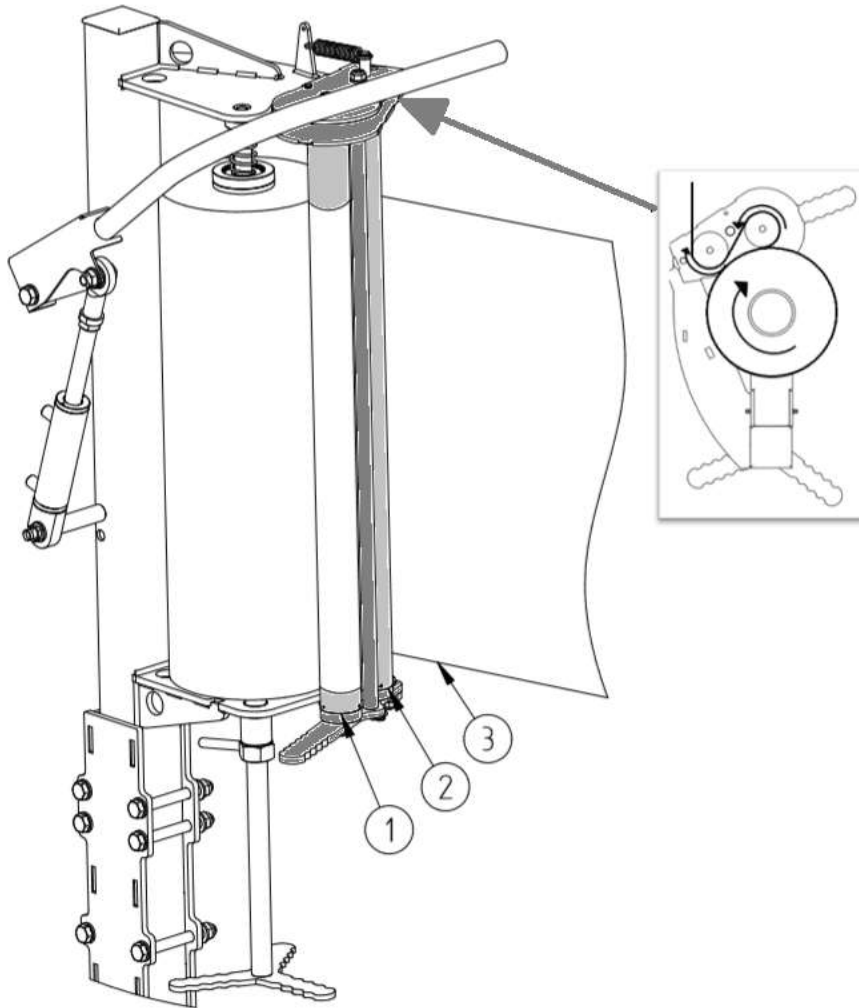

Abbildung 32 Führungsrichtung der Folie
- Reinigen und schmieren Sie mit Silikonspray die Vorgaberolleneinheit (1).
- Schwenken Sie die Rolleneinheit (1) aus.
- Lösen Sie die Kontermutter (2);
- Senken Sie den unteren Druckkonus (4) ab, indem Sie die Druckschraube (3) ausschrauben.
- Schieben Sie die Rolle auf die Druckkonen (4) und (5), beginnend mit dem oberen Konus (5).
- Verschieben Sie das untere Druckelement (4), indem Sie die Schraube (3) nach oben eindrehen.
- Sichern Sie die Stellung der Druckschraube (3) mit der Kontermutter (2).
- Drehen Sie die Rolleneinheit (1) so, dass eine der Rollen auf der Folie aufliegt.
- Führen Sie das herausgezogene Folienabschnitt gemäß dem Schema auf dem Vorgabeeinheitenaufkleber durch die Rollen (Abb. 32).